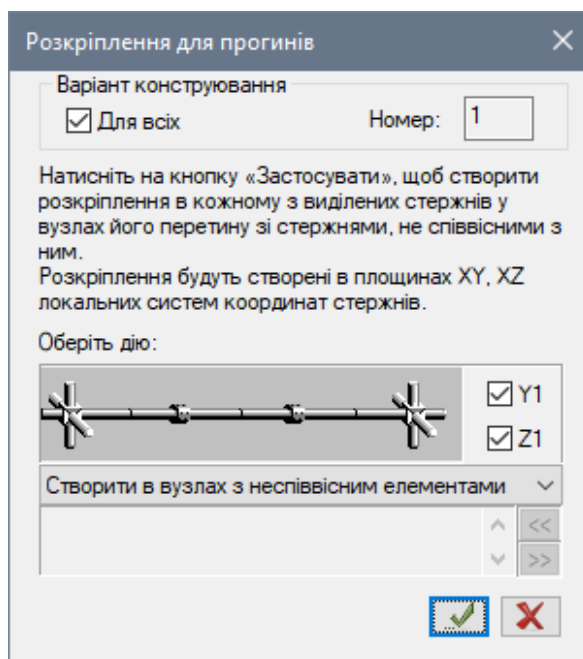

Рис. 4.31. Діалогове вікно Розкріплення для прогинів
- Натиснувши на кнопку  – **Розкріплення для прогинів** (панель **Конструювання** на вкладці **Створення і редагування**) відкрийте діалогове вікно **Розкріплення для прогинів** (рис. 4.31).